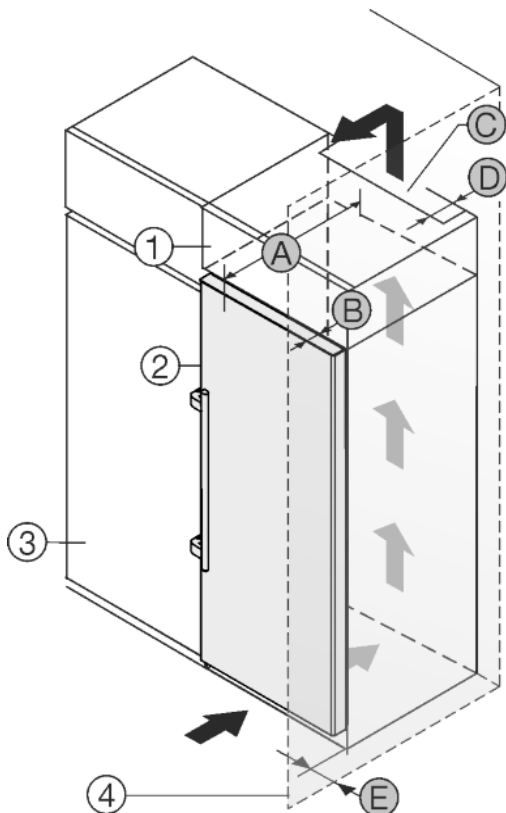

Fig. 25
Устройство может быть окружено кухонными шкафами. Чтобы уравнять устройство Fig. 25 (2) по высоте с кухонной стенкой, можно установить над устройством дополнительный шкафчик Fig. 25 (1).
Установить устройство можно непосредственно рядом с кухонным шкафом Fig. 25 (3). Чтобы можно было полностью открыть двери, устройство должно выступать на глубину Fig. 25 (B) относительно передней стенки кухонного шкафа. В зависимости от глубины кухонных шкафов и использования пристенных распорок устройство может выступать и больше.
- На задней стенке дополнительного шкафчика должен быть вентиляционный канал с глубиной Fig. 25 (D) по всей ширине этого шкафа.
- Нужно соблюдать вентиляционное отверстие Fig. 25 (C) под нижней панелью.
Если устройство установлено на шарнирах у стены Fig. 25 (4), то нужно соблюдать расстояние Fig. 25 (E) между устройством и стеной. Настолько выступает ручка при открытой двери.